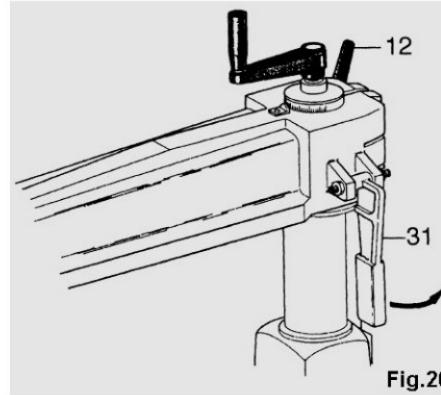

Fig.26
Pour tourner le bras porte-tête sur le montant se référer à la figure 26, qui montre le levier en coin à centrage automatique (31) à soulever, et le jacquard (12) à desserrer et serrer. Ne relever ou baisser le levier que lorsque le jacquard est desserré, afin d'exploiter la fonction de centrage automatique.